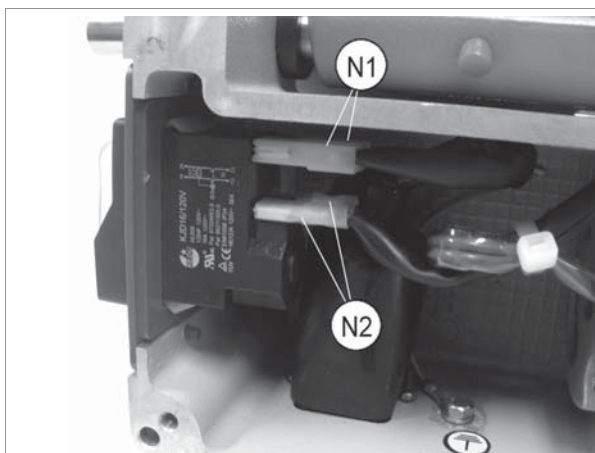

Fig. 35
- 2) Desconectar los 4 conectores (N1) y (N2) teniendo cuidado sobre todo en su posición (Fig. 35).